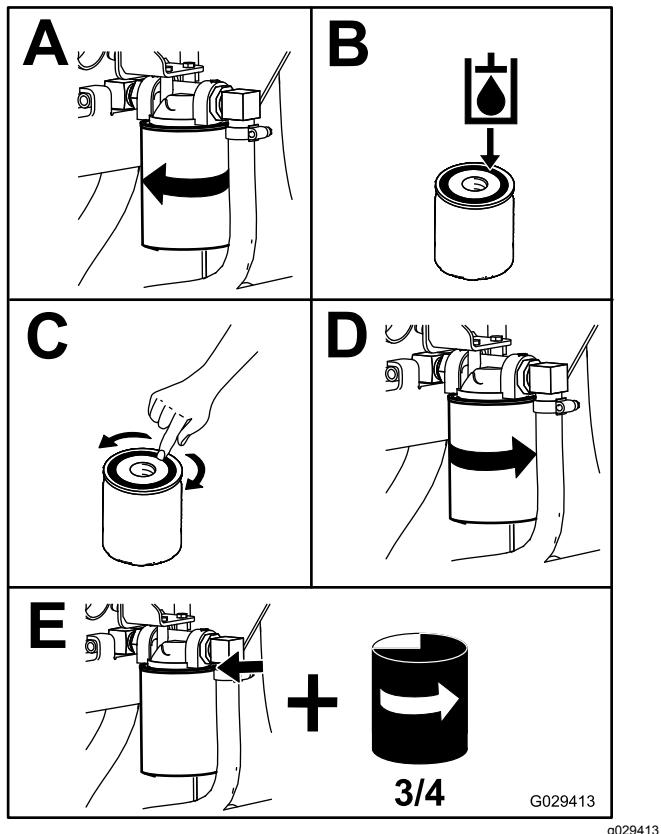

Figura 61
4. Collocate una bacinella di spurgo sotto il filtro e sostituite il filtro (Figura 61).